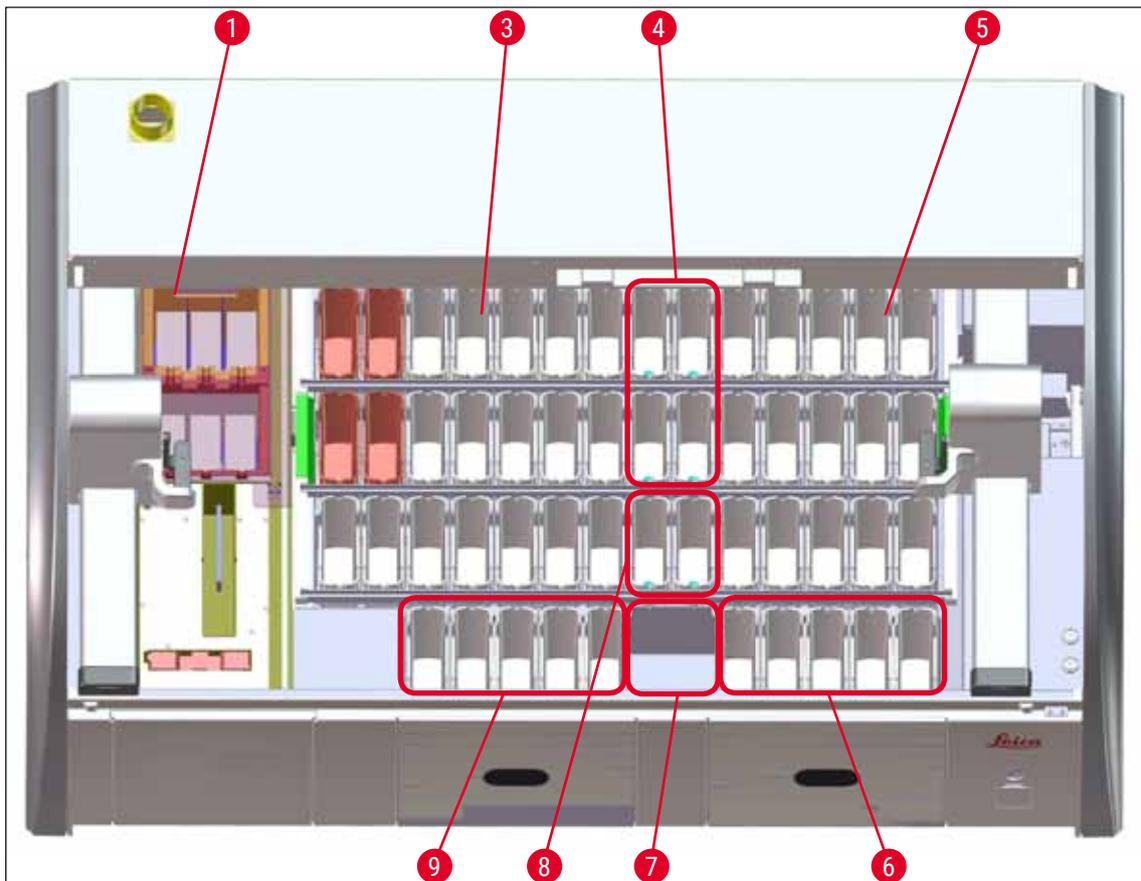

Fig. 64
- Las estaciones duplicadas deben estar en el mismo lado del campo de la cubeta (→ "Fig. 39") (→ "Fig. 64"); de lo contrario, no se puede guardar el ajuste a la disposición de los baños.
- La (→ "Fig. 64") ofrece una visión general de las diferentes estaciones del campo de cubetas.